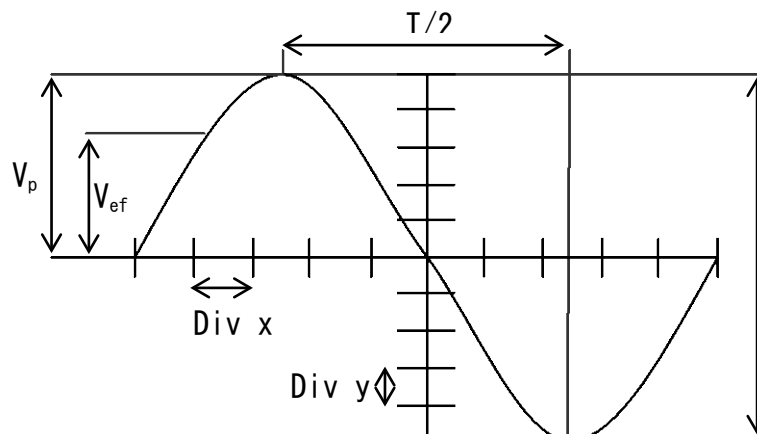

Fig. 2 Señal de CA en el Osciloscopio
Como primer paso vamos a medir el periodo/frecuencia y el voltaje de *pico a pico*, V_{pp} , de la tensión del generador (Fig. 2).
que el osciloscopio seleccione automáticamente escalas de Voltaje y Tiempos para visualizar la señal en pantalla. Suele ser recomendable centrar la señal a medir en el eje horizontal, para lo que pulsamos el botón <POSITION> del canal que tiene la señal a centrar (<CH1> ó <CH2>). También es recomendable escoger la escala más adecuada a cada medida, ampliando o reduciendo la señal con las ruedas giratorias <SCALE>. Las escalas seleccionadas en cada momento aparecen reflejadas en la pantalla del osciloscopio. Una vez ajustadas las escalas, obtendremos sobre la pantalla dibujada la senoide que corresponde a la tensión dada por el generador (Fig. 2). Si la señal se moviera, se puede fijar con el botón <RUN/STOP>.
Antes de comenzar a tomar medidas hay que asegurarse de que las rejillas de medida están activas para que aparezcan en la pantalla. Si no apareciesen, se tendrían que activar pulsando el botón <display> del cuadro “Menu” (1) del panel. Una vez activada la rejilla podemos medir directamente en la pantalla tanto los V_{pp} como el T, **conociendo la escala de la base de tiempo (horizontal) y de voltaje (vertical)** (Fig. 2). Las medidas directas se obtienen multiplicando el número de divisiones por el factor de escala correspondiente en cada eje. Recuerde que la división menor del osciloscopio es 0,2 divisiones tanto para las medidas horizontales como verticales.